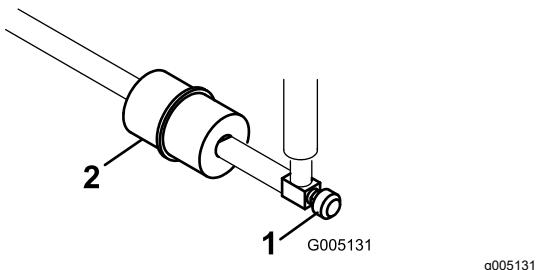

図 36
インラインタイプの燃料フィルタが、燃料タンクとキャブレタの間に設置してあります図 36。
- 燃料バルブを閉じる図 36。
2. フィルタの下に回収容器を置き、フィルタのキャブレタ側のホースクランプをゆるめて燃料ラインからフィルタを外す(図 36)。
3. もう一方のホースクランプをゆるめてフィルタを取り出す図 36。